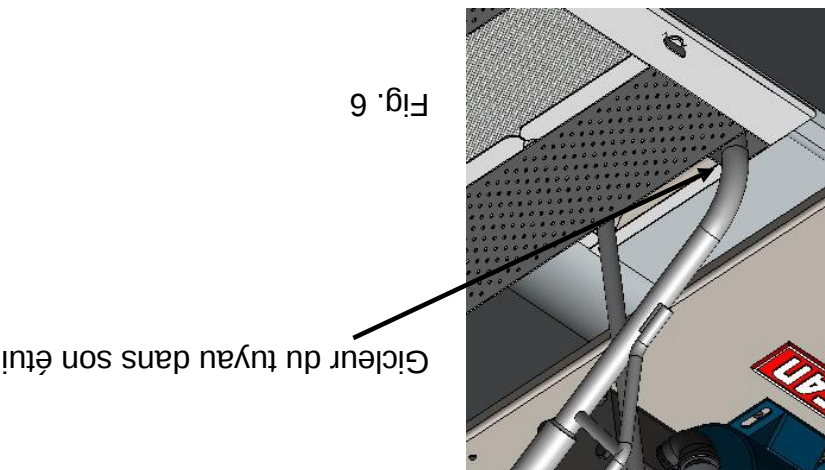

Fig. 6
8. Lorsque le bac de filtration est vide, éteignez le moteur/pompe. Laissez couler l'huile du tuyau d'huile. Placez le gicleur du tuyau dans son étui, Fig. 6